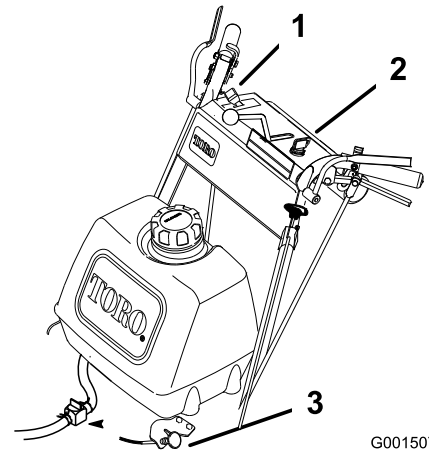

Figura 9
11. A medida que el motor se calienta, mueva la palanca del estérter a la posición de Desactivado (Figura 9).
1. Mueva la palanca del acelerador a la posición de Lento (Figura 9).